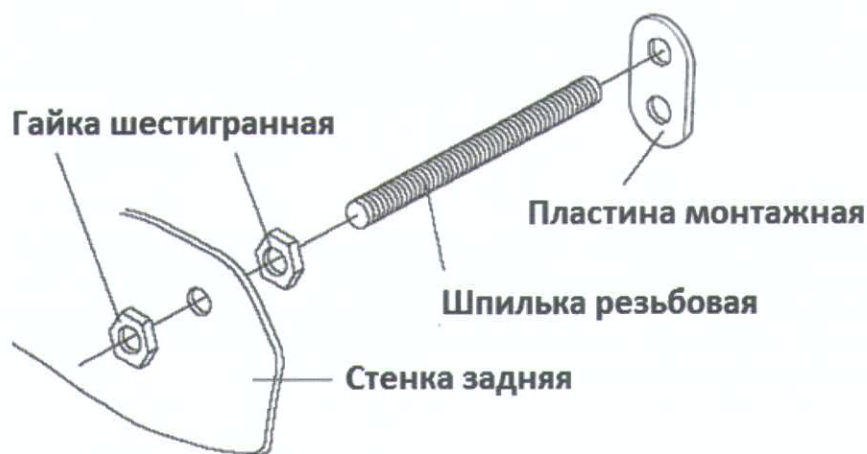

Рис. 12
- При использовании гибких шлангов подвода газа, камин должен быть закреплён против движения и зафиксирован к стене (рис. 12). Для этой цели используются резьбовые шпильки (в комплекте поставки), которые устанавливаются в отверстия в левой верхней части камина, если смотреть на камин спереди (см. рис. 9а, 9б). Фиксация камина производится после установки монтажных пластин с помощью двух гаек.